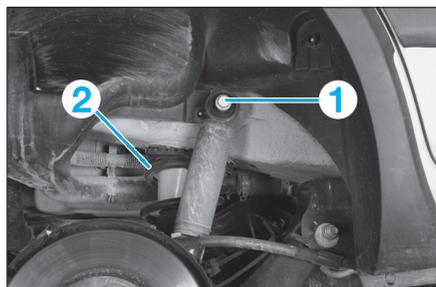

FIG. 27
- Déposer la vis de fixation supérieure (1) d'amortisseur (Fig.27).
- Abaisser lentement le vérin hydraulique jusqu'à ce que le ressort (2) soit détendu.
- Déposer le ressort (2) de suspension.